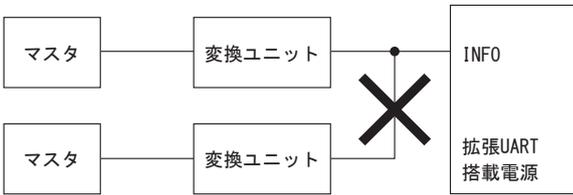

図3.7 接続の禁止例1
(5) 拡張UARTの接続の注意事項
- 拡張UART搭載電源1台につき、変換ユニットは2台以上接続をしないで下さい（図3.7）。通信ユニットが誤動作する可能性があります。